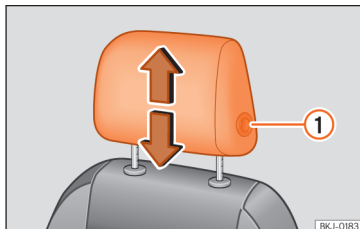
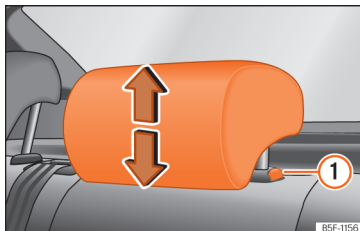

Abb. 119 Vordersitz: Kopfstützeinstellung.
Abb. 120 Kopfstützen hinten: Kopfstützeinstellung.
- Schieben Sie die Kopfstützen in die entsprechende Pfeilrichtung nach unten oder oben. Um die vorderen Kopfstützen nach oben oder nach unten zu schieben, muss die Taste **» Abb. 119 ①** gedrückt werden; bei den hinteren Kopfstützen muss die Taste **» Abb. 120 ①** nur zum Absenken gedrückt werden **» ⚠ in Einleitung zum Thema auf Seite 131.**
- Seitliche Taste drücken » Abb. 119 ① und Kopfstütze herausziehen.